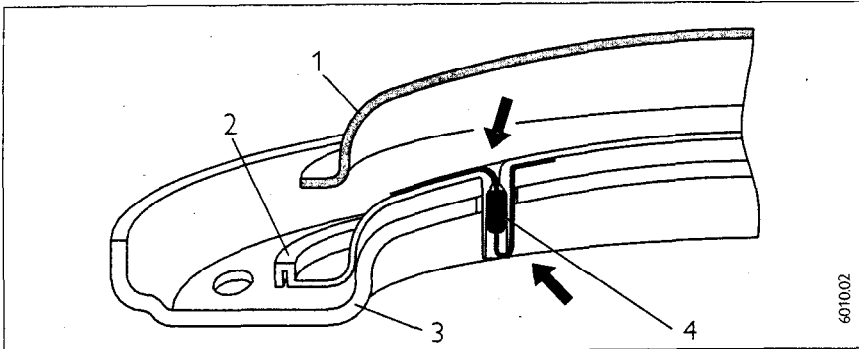

Abb. 22/Fig. 22/Afb. 22
- Der Korrosionsschutzwiderstand (Abb. 22, Pos. 4) an der Isolierplatte darf bei Servicearbeiten nicht beschädigt oder entfernt werden. Bei Austausch des Korrosionsschutzwiderstandes ist der Zusammenbau ordnungsgemäß wieder herzustellen.
- The anti-corrosion resistance (Fig. 22, no. 4), on the insulating plate must not be damaged or removed during servicing. If the resistance has to be changed, ensure the unit is put together correctly.
- Lors de travaux d'entretien, ne pas endommager ni éliminer la résistance de protection contre la corrosion (fig. 22, rep. 4) de la plaque isolante. Lors du remplacement de la résistance anticorrosion, remonter l'ensemble correctement.